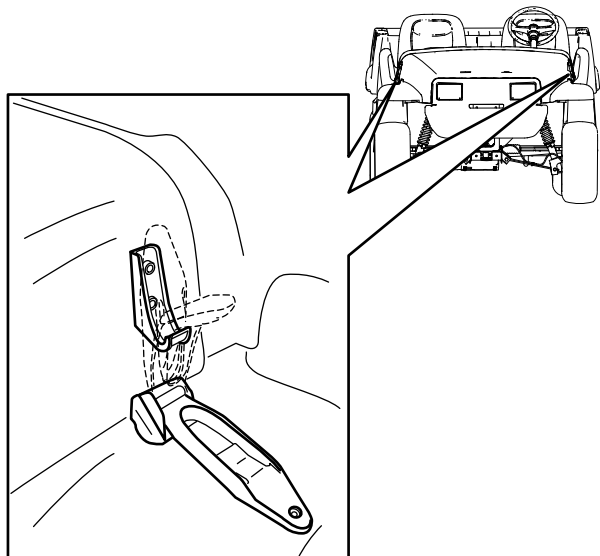

Figura 20
1. Sollevate l'impugnatura dei fermi in gomma su ciascun lato del cofano (Figura 20).
2. Fissate il cofano allineando i fermi in gomma sugli ancoraggi dei fermi su ciascun lato del cofano (Figura 20).